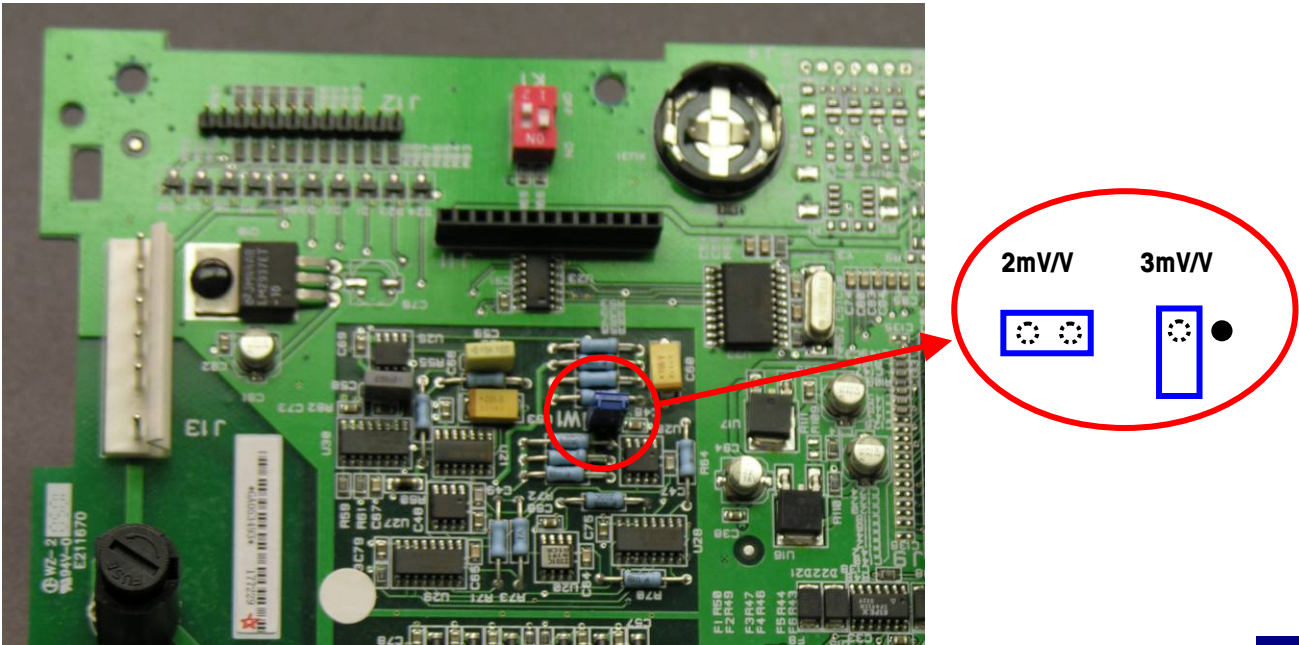

Figure 2-34 : Sélection du cavalier millivolt
La version IDNet de la carte principale de l'IND560 ne comporte pas de cavalier. Il existe un cavalier sur la carte principale de la balance analogique IND560 (W1). Ce cavalier sélectionne soit 2 mV/V soit 3 mV/V pour le circuit analogique. Voir la position du cavalier sur la Figure 2-34.
- Lorsque vous enlevez le cavalier W1 pour une opération 3mV/V, remplacez-le sur l'une des broches (voir la Figure 2-34). Si le cavalier n'est pas placé correctement, le couvercle plastique sur la carte principale ne s'ajustera pas correctement. Si cela se produit, n'appuyez pas fort sur le couvercle plastique pour l'enfoncer. Enlevez le couvercle et placez le cavalier selon l'illustration.